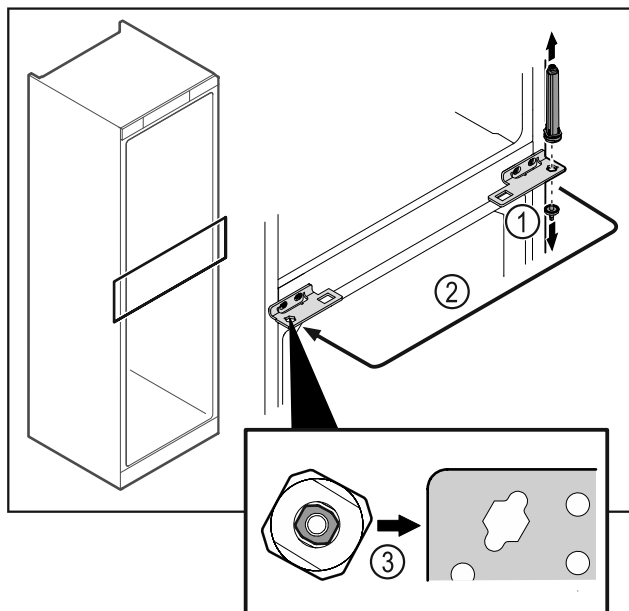

Fig. 39
- Odšroubujte čep závěsu Fig. 39 (1).
- Přesaďte uzavírací systém dvířek Fig. 39 (2).
- Při nasazování dbejte na správné vyrovnaní uzavíracího systému dvířek Fig. 39 (3).